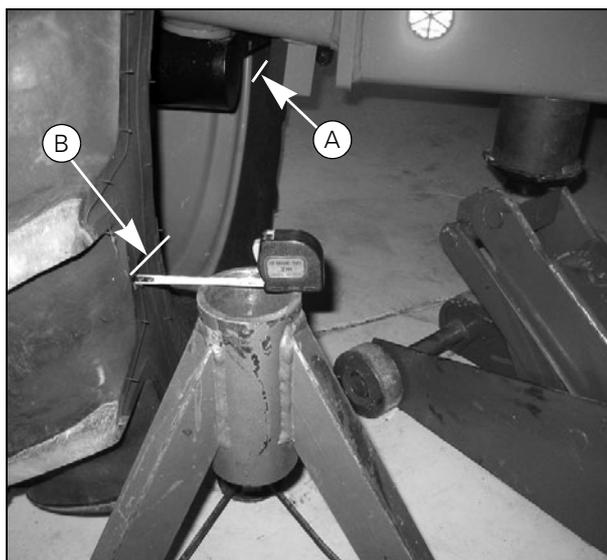

Рисунок 86
**Примечание:** Перед выполнением измерений убедитесь, что колеса сбалансированы. Приподнимите каждое колесо над землей и измерьте биение вдоль всей окружности. Отметьте две точки (А) и (В), расположенные через 180° друг от друга, где отсутствует биение (Рис. 86). Опустите колесо так, чтобы метки были расположены горизонтально.